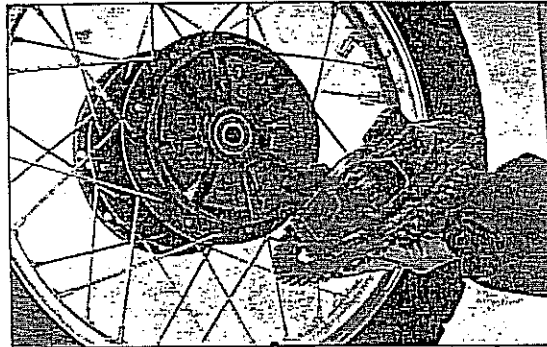

Bild 187
- Dämpfergummis einsetzen und Abtriebsflansch einsetzen, siehe Bild 187.